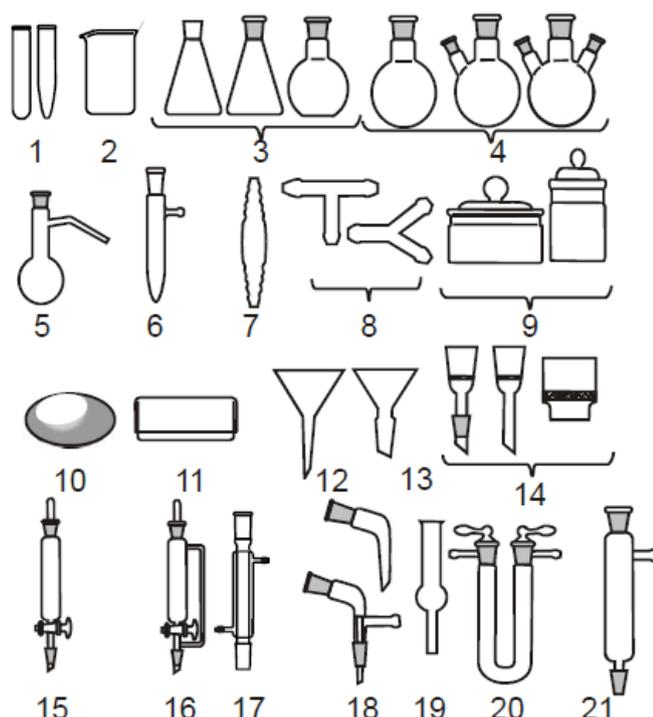

Рис. 1. Стеклянная химическая посуда из тонкого стекла:
Наиболее часто в химических лабораториях употребляется стеклянная посуда, изображённая на рис. 1.
Оксид углерода (IV) или углекислый газ получают в аппарате Киппа (рис.1) действием раствора соляной кислоты с массовой долей 20% на мрамор: